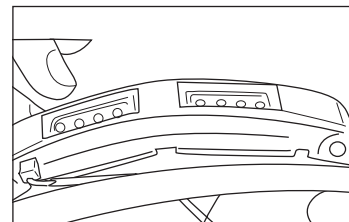

Figure 13
4. Serrez les vis (figure 13).